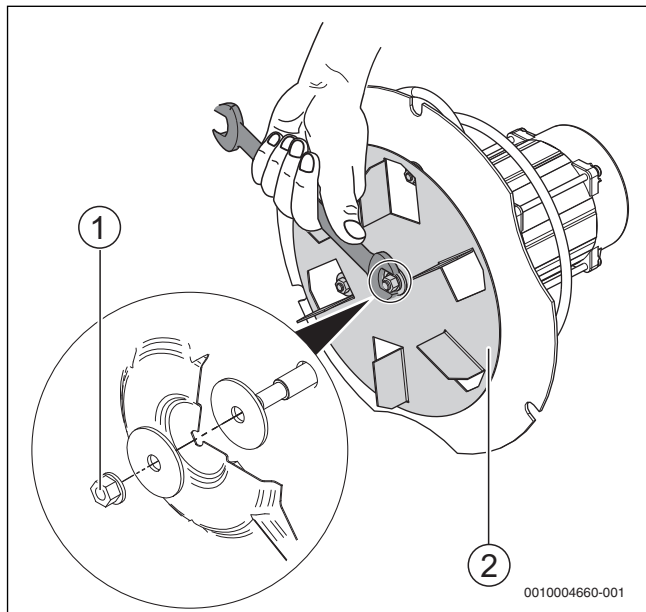

Fig. 20 Verificarea poziției roții cu palete a suflantei
- Verificați poziția elicei ventilatorului (→ Fig. 20, [2]) și dacă este nevoie strângeți piulița centrală (**filet de stânga**) [1] cu ajutorul unei chei semitubulare de 10 mm. Pentru strângerea piuliței centrale rotiți spre stânga.